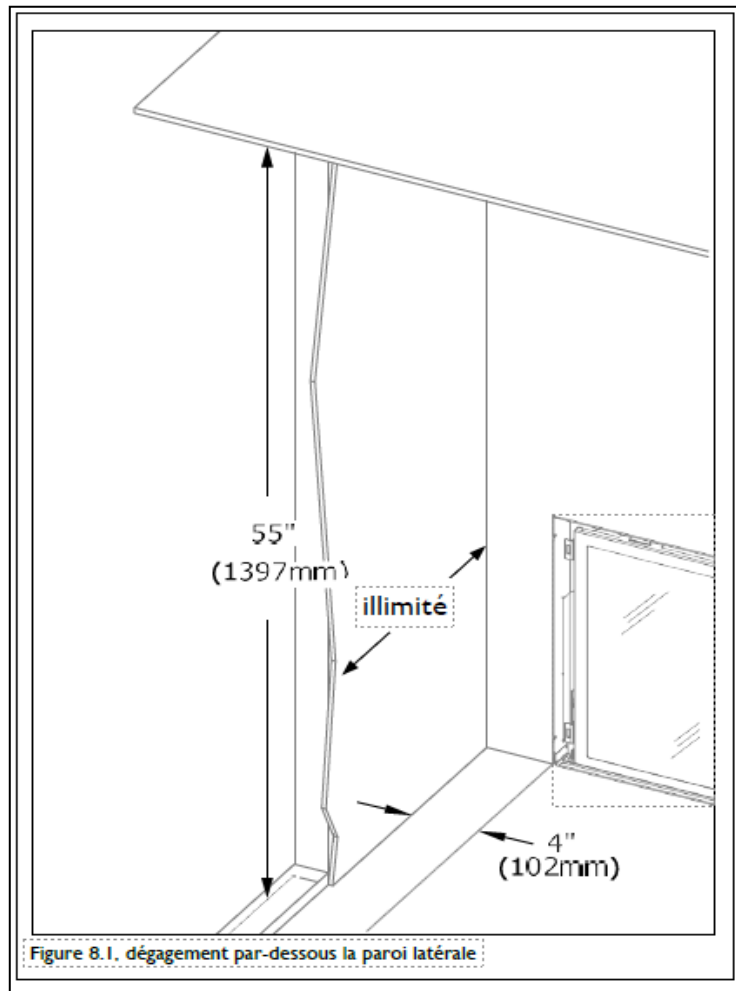

Figure 8.1, dégagement par-dessous la paroi latérale
- Le dégagement minimal de la paroi latérale adjacente est de 4 po (102mm) par rapport aux côtés de l'appareil. Voir Figure 8.1.
- Comme le montre la figure 8.1, le dégagement minimal entre le plancher de l'enceinte de cheminée et le plafond est de 55" (1397mm).